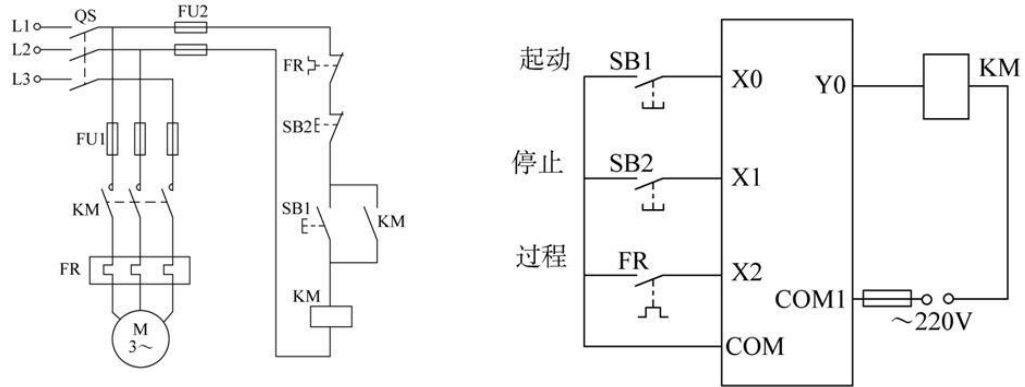

图 1 电动机起保停电路图 2 PLC 接线示意图
1. 按图 1 电动机起保停电路中的主电路和图 2 的外部接线示意图（图 2）接线